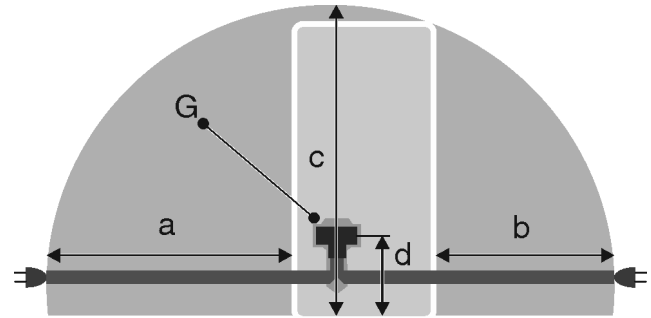

Fig. 55 Комбинация из холодильных и морозильных агрегатов / морозильные агрегаты / полноразмерные устройства BioFresh\*
- Розетка находится не за устройством, а в зонах a или b Fig. 55 (a, b, c).
- ▶ Штекер устройства Fig. 55 (G) подсоедините с задней стороны устройства. Следите за правильной фиксацией.